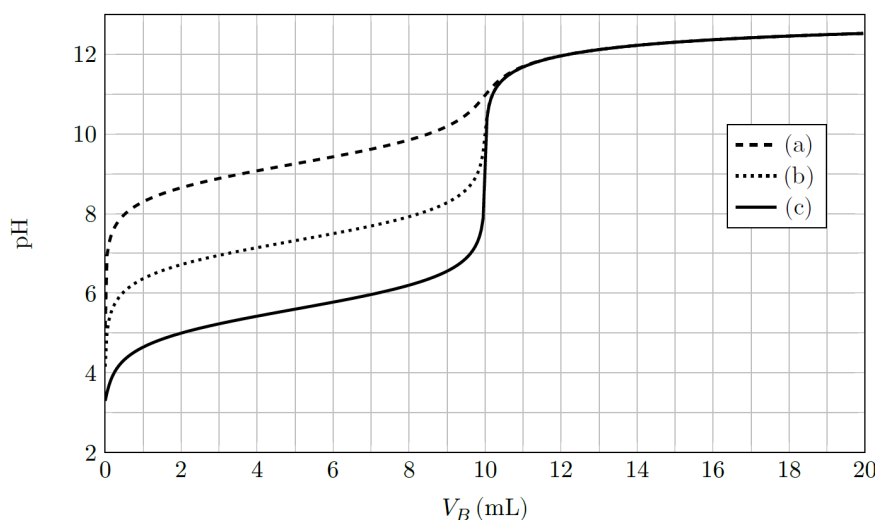

FIGURE 1 – Courbe de titrage pH-métrique de l'acide borique, avec ou sans D-mannitol, par l'hydroxyde de sodium
- On réalise trois dosages à 25°C avec différentes valeurs de x , l'une d'entre elles correspondant au cas $x = 0$ (absence de D-mannitol). Les trois courbes (a), (b) et (c) correspondantes, obtenues suite à une étude expérimentale figurent sur le graphe de la figure 1.